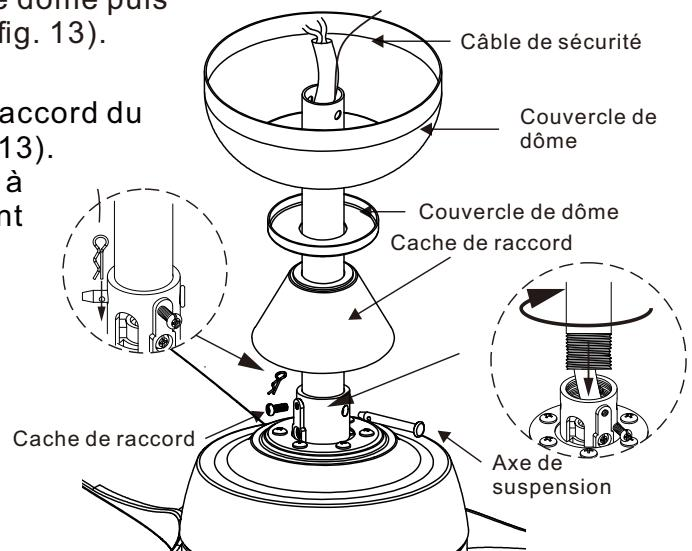

Figure 13
**Étape 5 :** Faire passer les câbles électriques et le raccord du câble de sécurité (sortant du haut du moteur) à travers le cache de raccordement, le cache de dôme, le dôme puis la boule/tige de suspension. Consulter la (Voir fig. 13).
**Étape 6 :** Visser la tige de suspension dans le raccord du moteur jusqu'à l'alignement des trous (voir fig. 13).
Enfin, enfoncer la goupille de verrouillage dans le trou terminal jusqu'au claquement audible (voir fig. 13).
**Étape 7 :** Serrer fermement les deux vis de fixation contre la tige de suspension au niveau du raccord (voir fig. 13)